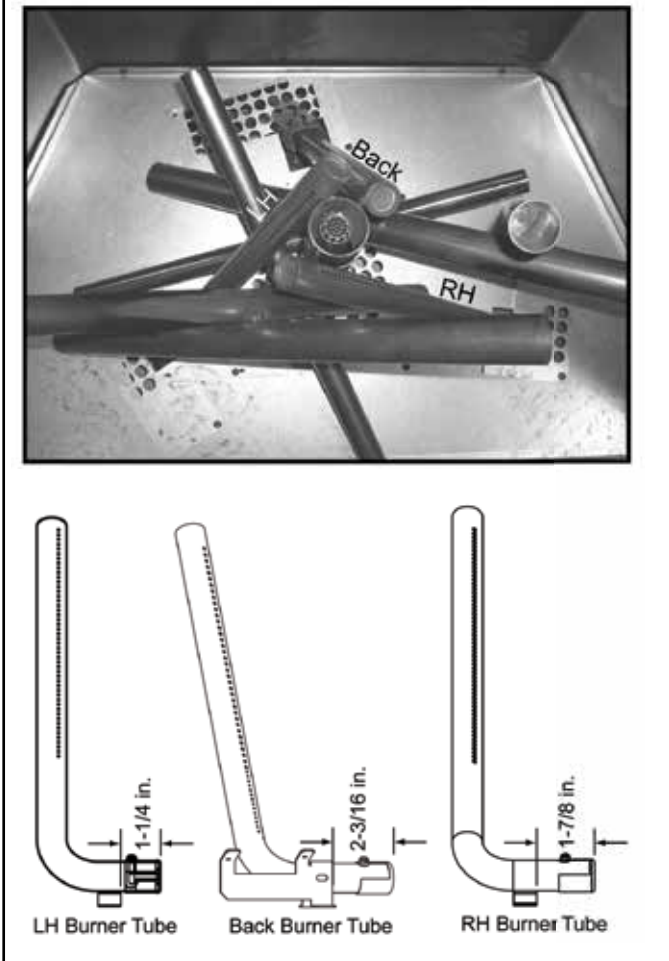

Figure 11.16 Identification du tube de brûleur
**Remarque :** Marquez et notez l'emplacement des tubes du brûleur. Ils ne sont pas interchangeables. Voir la figure 11.16.